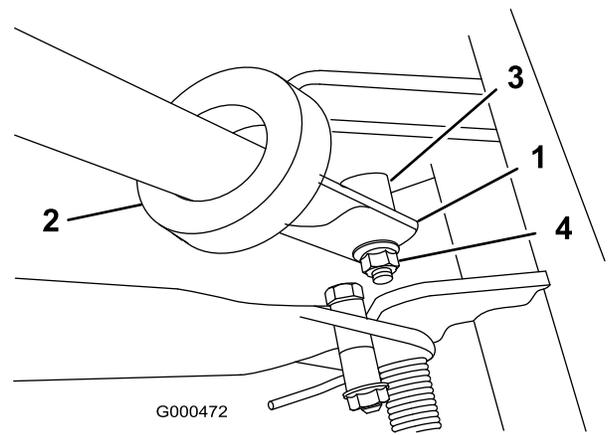

Figure 8
- Poussez les extrémités du guidon vers l'intérieur et engagez-les sur l'épaule de l'axe de pivot (Figure 8).
- Fixez le guidon à la vis et à l'axe de pivot avec le contre-écrou à embase (Figure 8).
- Introduisez les extrémités du guidon dans les fentes des bras de support (Figure 8).